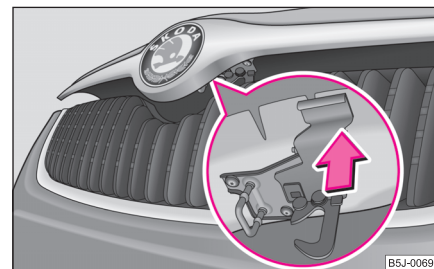

Fig. 155 Grilajul radiatorului: Siguranță
- Apăsați siguranța ⇒ fig. 155 și capota motorului se deblochează. ►